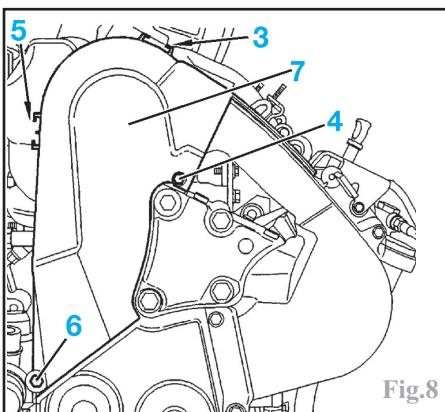

Fig.8
Déposer (Fig.8) :
- reposer la vis (6) (Fig.8) équipée d'une entretoise (épaisseur **17 mm**).